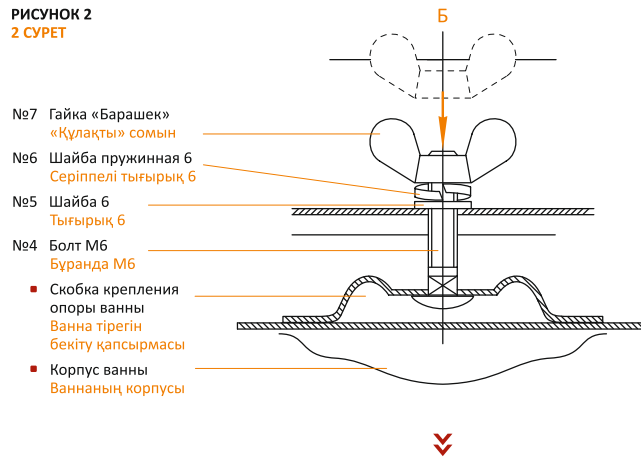

РИСУНОК 3
- Установите на болт М6х30...40 шайбу 6, шайбу пружинную 6 и гайку-«барашек». Гайку-«барашек» заворачивайте «от руки», без применения дополнительного инструмента, во избежание повреждения эмалевого покрытия в месте приварки скобы крепления к ванне. После соприкосновения гайки-«барашка» с пружинной шайбой, гайку-«барашек» поверните еще не более чем на полтора оборота (360°х1,5) (см. рис. 3).